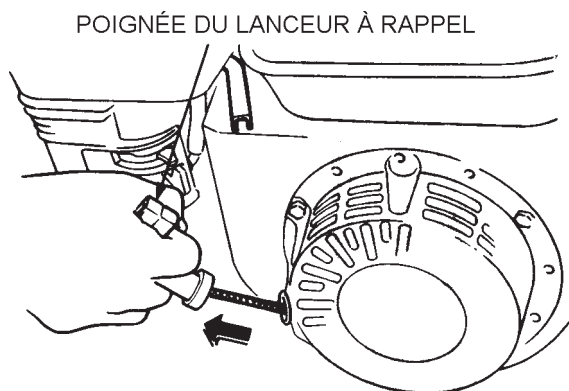

Figure 25. Poignée du lanceur à rappel
- Saisissez la poignée du démarreur (Figure 25) et tirez dessus lentement. À une certaine position, la résistance devient maximale ; cette position correspond au point de compression. Tirez vivement et uniformément sur la poignée du lanceur à rappel pour démarrer.